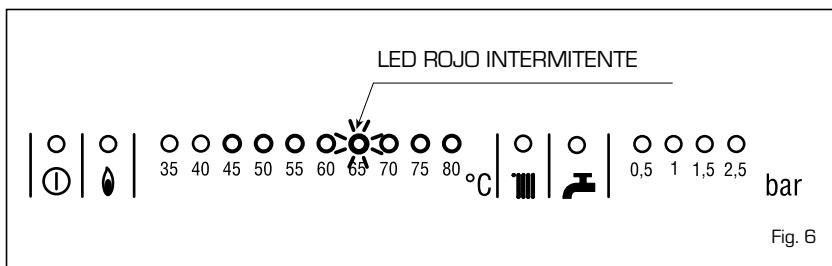

Fig. 6
- **Otras anomalías (fig. 6)**